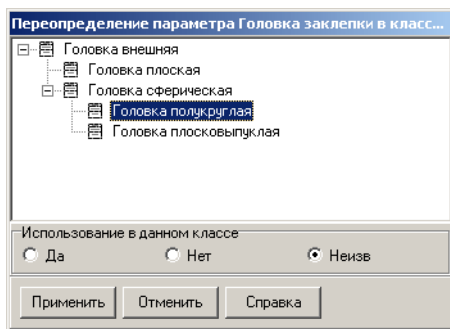

Рис. 4.127.
5. Дважды щелкните левой клавишей мыши по атрибуту *Головка заклепки*. Откроется окно переопределения параметра, в котором показан список допустимых типов атрибута (рис. 4.127).